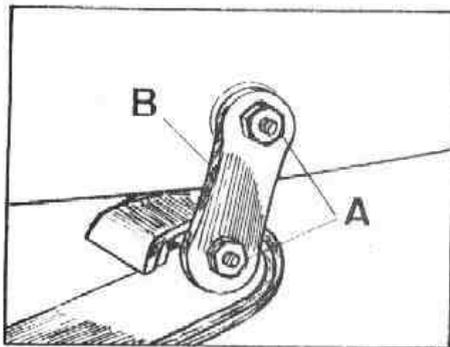
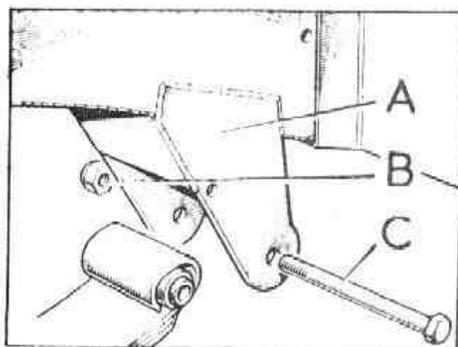

Fig. F-49 Gemelas de ballestas delanteras
Fig. F-50 Fijación delantera de las ballestas
- 1.7. Aflojar las tuercas y bulones, A (Fig. F-49) de las gemelas de ballestas delanteras y extraer los bulones, C (Fig. F-50) de los soportes delanteros.
2.2. Montar los bulones, C (Fig. F-50) en las ballestas, pero sin apretar los bulones y contratueras de los soportes delanteros, A (Fig. F-50) y gemelas, B (Fig. F-49).